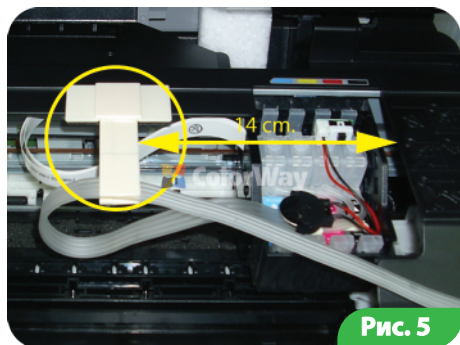

Рис. 5
4.5. При помощи двухстороннего скотча приклейте «Т-образный держатель» по центру корпуса МФУ на расстоянии 14 см. от правого края (Рис. 5). Закрепите шлейф в держателе. Для лучшей фиксации двухстороннего скотча рекомендовано обезжирить поверхность поклейки спиртосодержащей жидкостью.